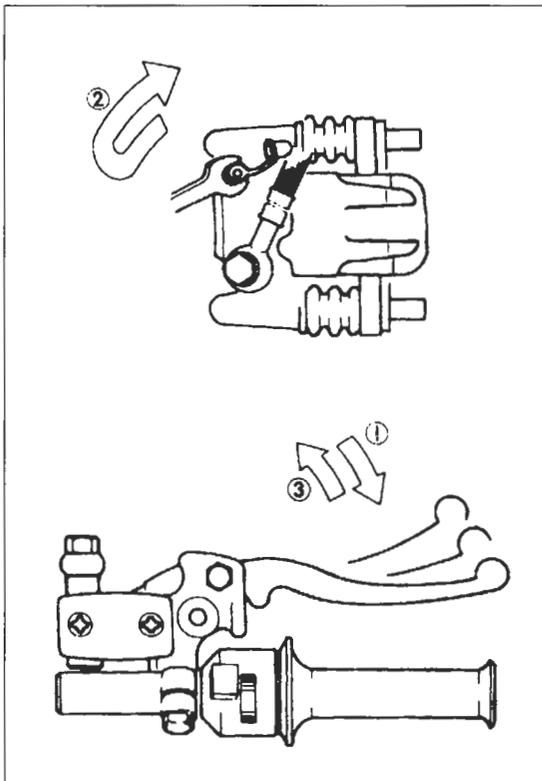

Bild 46
- Hebel anziehen und Entlüftungsventil mit $\frac{1}{4}$ bis $\frac{1}{2}$ Umdrehung öffnen und sofort wieder schliessen (Bild 46). Hebel bzw. Pedal wieder freigegeben.